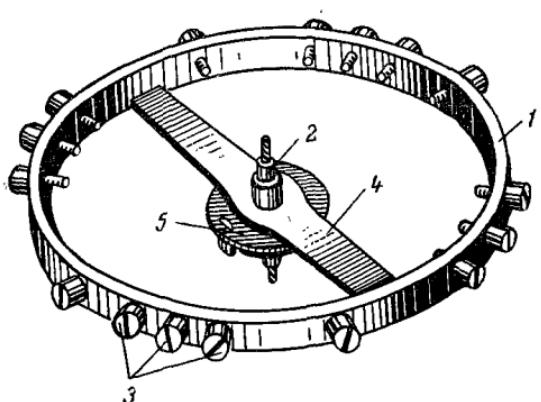

Рис. 57. Баланс:
**Баланс** (рис. 57) представляет собой маховое колесо, которое в соединении с двойным роликом и волоском регулирует равномерность хода механизма часов. Баланс бывает с разрезным и неразрезным ободом, по окружности которого установлены винты-грузики 3, регулирующие равновесие баланса.